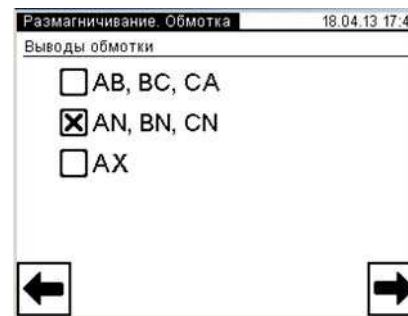

Рисунок 6.50
кнопку На экране откроется окно "Размагничивание. Обмотка" (рисунок 6.50).
6) Выбрать обмотку через которую будет протекать ток размагничивания, для чего нажать в поле "AB, BC, CA" или "AN, BN, CN" или "AX" в окне "Размагничивание. Обмотка" (рисунок 6.50).